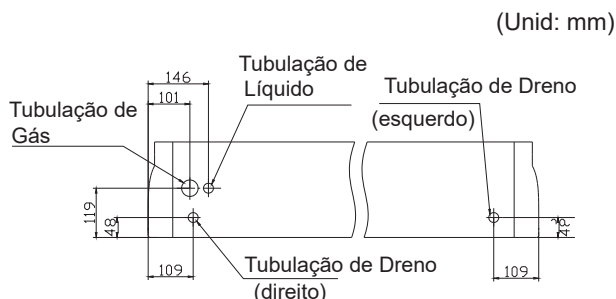

Fig. 4.6.2.a Posições de conexão das tubulações
(1) As posições de conexão do tubo são mostradas na Fig. 4.6.2.a.